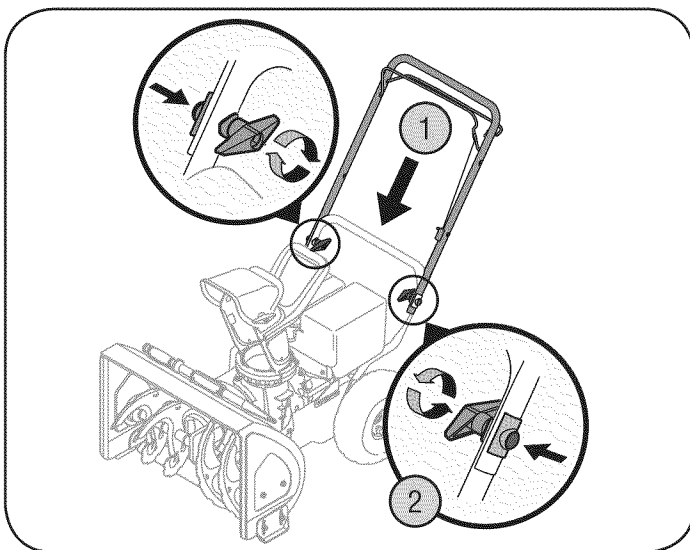

Figure 21
3. Eleve la barra de control superior y ubíquela sobre la barra inferior, alineando los orificios de los cuales se extrajeron las perillas de aletas (1). Vea la Figure 21.
4. Inserte un tornillo de carro desde el exterior a través de una lengüeta de la barra de control, las barras superior e inferior, una arandela cóncava, y al interior de la perilla de aletas (2). Repita lo mismo en el otro lado.
5. Ajuste las perillas de aletas a cada lado de la barra de control. Consulte la Figure 21.